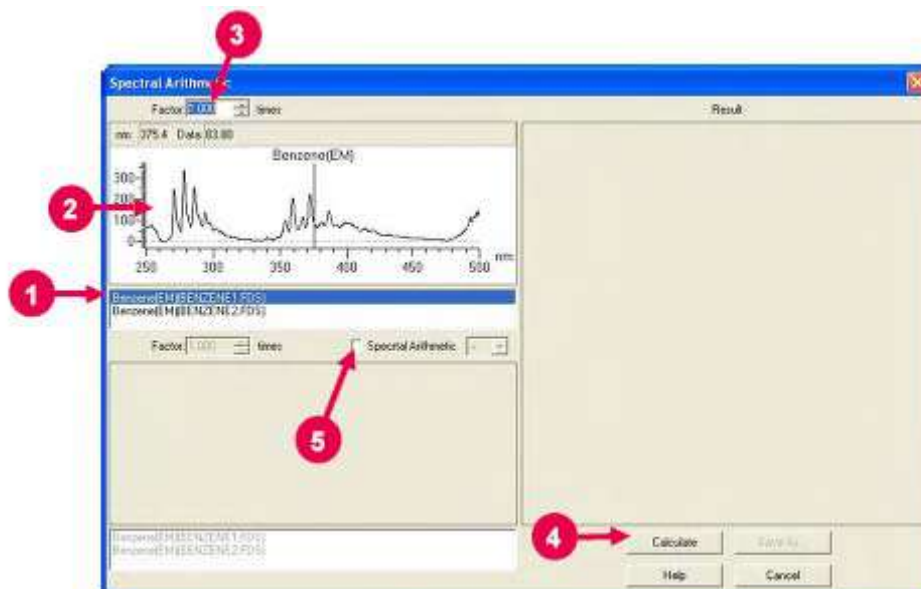

Рис. 7-29
Здесь показан пример разницы между двумя наложенными спектрами. Нажмите кнопку  (спектральное вычисление) на панели инструментов «Обработка». Откроется окно «Арифметический спектр», как показано на рис. 7-29. (Или выберите команду «Арифметический спектр» из меню «Данные»).
- (1) В данном окне отображается список имен выборок открытых файлов (имена файлов показаны в скобках). Из этого списка, выберите файл для арифметической операции. (Смотрите (1) на рис. 7-29).
- (2) Отобразится выбранный спектр. (Смотрите (2) на рис. 7-29).
- (3) Установите коэффициент спектра, выбранный в пункте (1). (Смотрите (3) на рис. 7-29).
- (4) Для умножения спектров с помощью коэффициента, нажмите кнопку «Вычислить» (Calculate). (Смотрите (4) на рис. 7-29).
- (5) Для арифметической операции между двумя спектрами, установите флажок «Арифметический спектр». (Смотрите (5) на рис. 7-29).